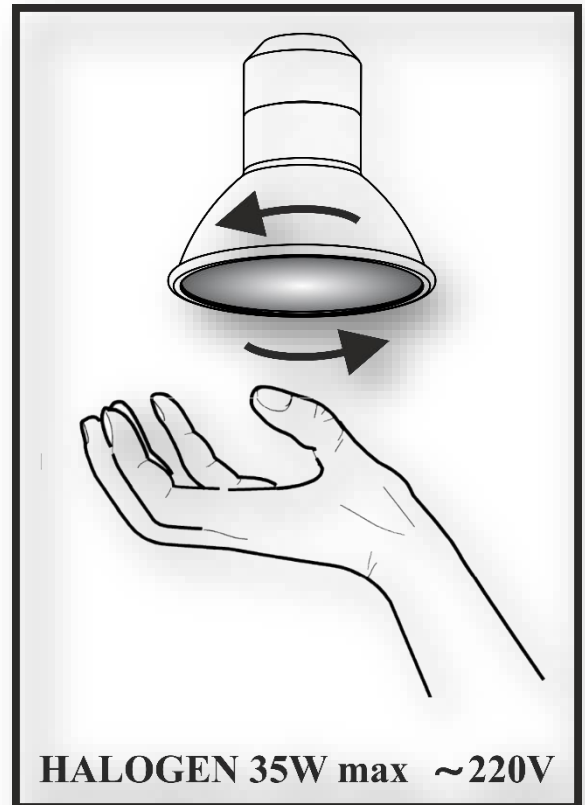

Рис.7
7.12 На витяжці встановленні **HALOGEN** лампи підсвітки робочої зони плити. Перед початком заміни ламп освітлення необхідно відключити витяжку від електромережі, дати можливість охолонути лампам. Для заміни лампи необхідно зняти алюмінієві фільтри, відтиснути тримач патрона так, щоб лампа вийшла з корпусу витяжки і повернувши її проти годинникової стрілки (рис.7). Замість неї необхідно встановити нову з тими ж характеристиками і встановити фільтри.